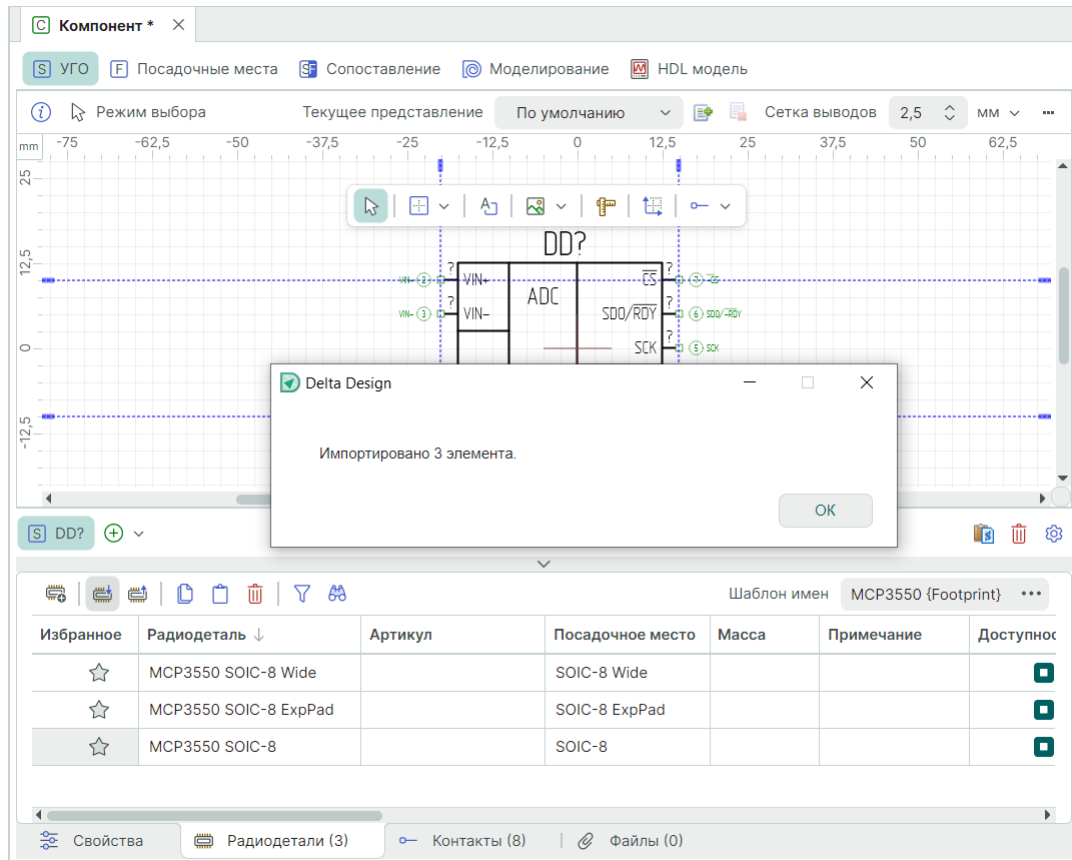

Рис. 318 Результат импорта данных радиодеталей
4. В таблице вкладки «Радиодетали» редактора компонентов отображаются добавленные строки импортированных радиодеталей, см. Рис. 318.